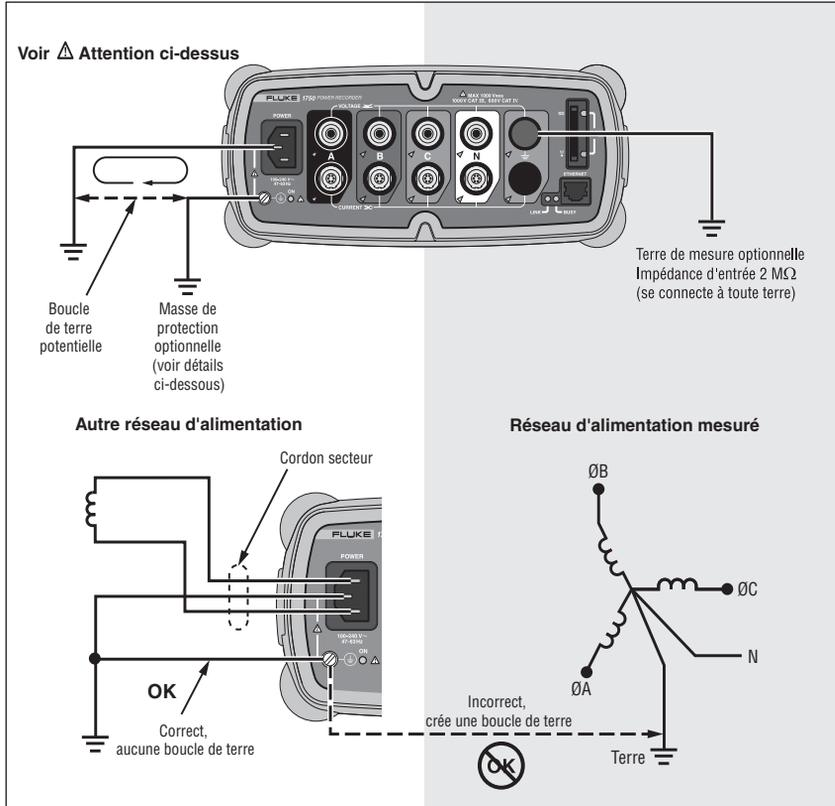

Figure 2. Branchement de la borne de terre supplémentaire
④	Carte mémoire Secure Digital (SD) amovible pour le transfert de gros volumes de données. L'utilisateur peut retirer la carte de l'enregistreur, l'insérer dans l'assistant personnel et transférer les données vers un PC grâce à la fonction de « synchronisation des données » de l'assistant. Il est aussi possible d'utiliser un lecteur de carte externe USB.
⑤	Indicateur d'état SD Clignote en vert Lecture à partir de la carte SD : ne pas retirer la carte Clignote en orange Ecriture sur la carte SD : ne pas retirer la carte Eteint Pas d'utilisation en cours de la carte SD : vous pouvez retirer la carte en toute sécurité
⑥	Indicateur d'état du contrôleur sans fil Clignotant            Le contrôleur sans fil communique Eteint                 Inactif
⑦	Port Ethernet. Le protocole TCP/IP via Ethernet permet de brancher l'enregistreur au PC pour télécharger les valeurs enregistrées et de configurer l'enregistreur si l'assistant personnel n'est pas utilisé. C'est la méthode de transfert de données recommandée pour sa vitesse et sa fiabilité.
⑧	Indicateur occupé clignotant            Le réseau est occupé
⑨	Indicateur de liaison éteint                 Aucune liaison fixe                    Liaison présente Clignotant            En communication avec l'ordinateur
⑩	Bornes de mesure de courant (5)
⑪	Indicateur de courant fixe                    Sonde de courant dans la gamme normale clignotant            > 110 % de la gamme de la sonde, utiliser une sonde à gamme supérieure, éteint                 Le courant à mesurer est insuffisant
⑫	Voyant rouge/vert Vert fixe             Alimentation d'entrée secteur normale, l'instrument n'est pas sous tension ni verrouillé Vert/orange clignotant    Enregistrement rouge clignotant        L'enregistreur fonctionne sur l'onduleur
⑬	Borne de terre  Le branchement de la borne de terre supplémentaire et de la terre de protection du cordon secteur à différents potentiels crée une boucle de terre susceptible d'endommager l'enregistreur. Pour éviter cette situation, l'utilisateur ne doit utiliser la borne de terre supplémentaire que si la protection à la terre n'est pas PAS assurée par le cordon d'alimentation. Si une possibilité de protection à la terre par le biais du branchement du cordon secteur existe, l'utilisateur doit brancher la borne de terre supplémentaire au réseau de mise à la terre qu'utilise la prise secteur alimentant l'enregistreur. Voir la figure 2.